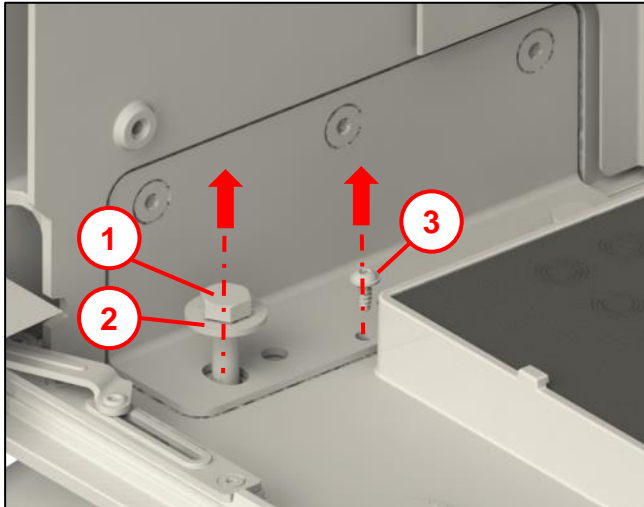

Abb. 3
- Mit den zuvor abmontierten Schrauben (siehe Abb. 3) an Bodenplatte montieren.